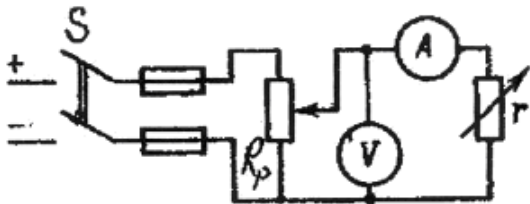

Рис.1.1
1. Собрать электрическую цепь по схеме рис.1.1.
5. В электрической цепи, собранной по схеме рис.1.1 менять сопротивление резистора r и, поддерживая одинаковое напряжение на нем с помощью потенциометра, измерять ток.